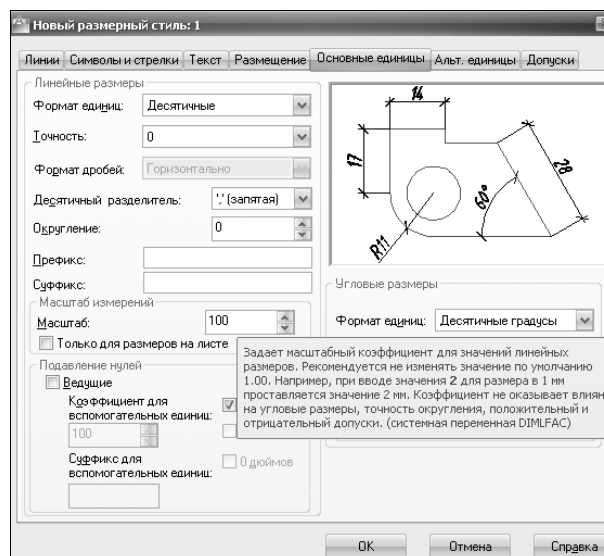

Рисунок 29– Диалоговое окно «Новый размерный стиль»,
– Вкладка «Основные единицы» в поле «Линейные размеры» устанавливается точность единиц измерения размеров (**0**), в поле «Масштаб измерений» устанавливается коэффициент масштаба. Например, если: М 1:1 – 1; М 2:1 – 0.5; М 1:100 – 100 (рис. 29).